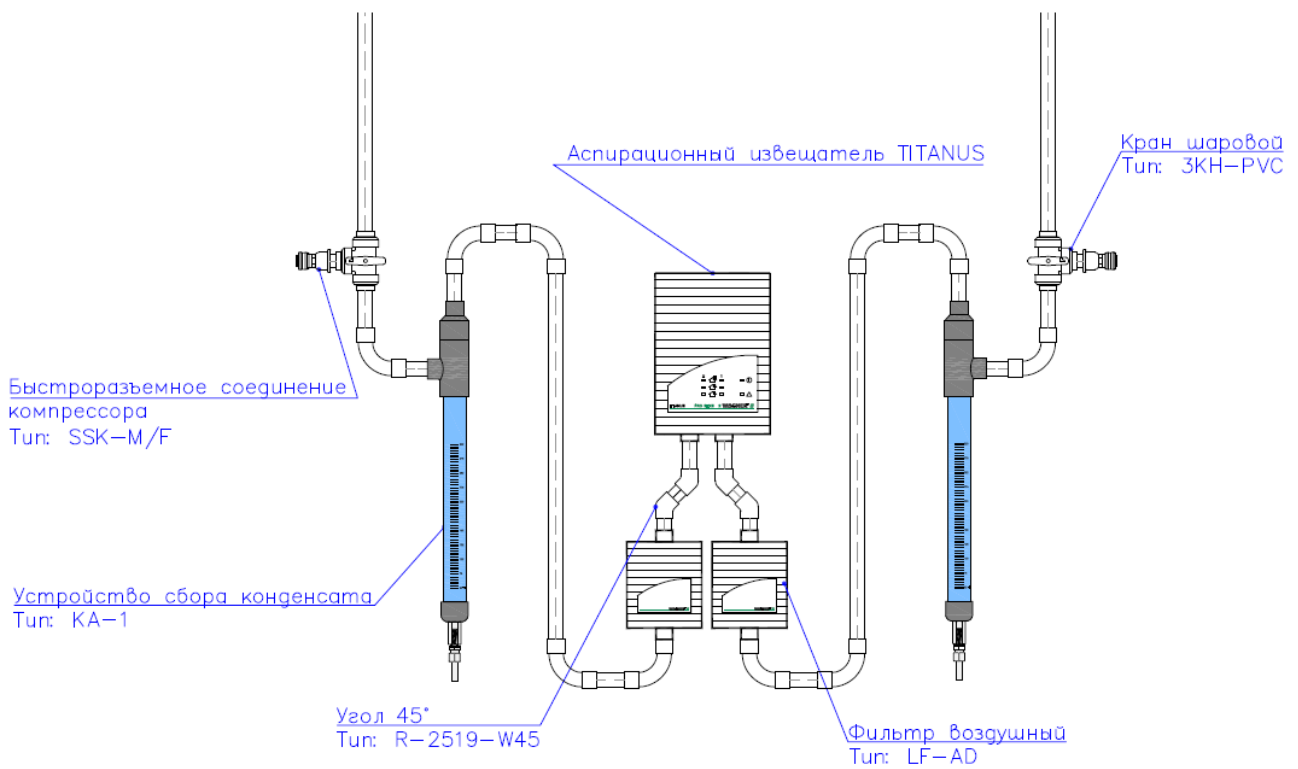

Рис. 1.2.1, Расположение компонентов системы. Монтаж колб для сбора конденсата
- Устройство сбора конденсата монтируется в нижней точке системы труб перед воздушным фильтром. Подключение аспирационных труб к извещателю осуществляется снизу (Рис. 1.2.1)